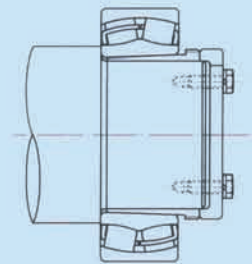
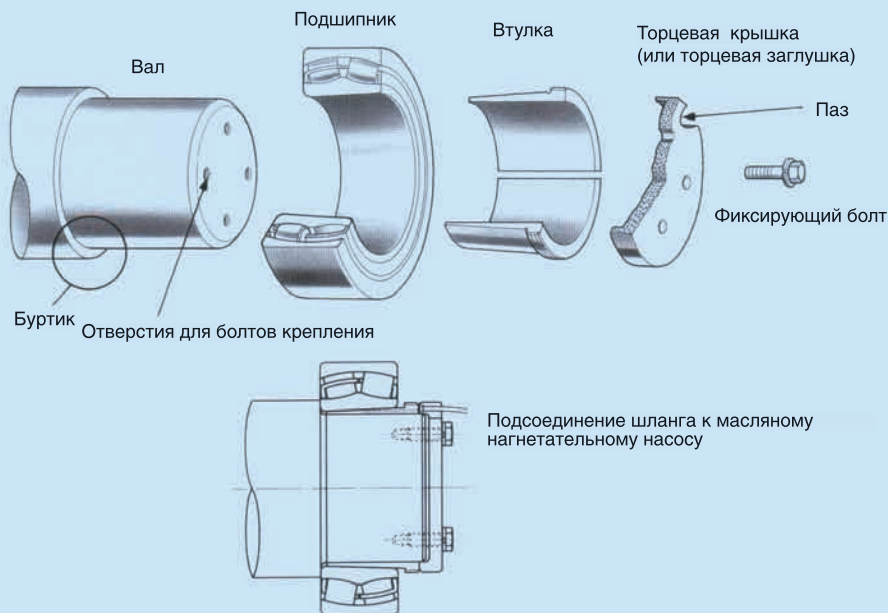

Рис. 6.19 Вид в собранном состоянии
Рис. 6.20 Способ ввода масла под давлением
3) Способ ввода масла под давлением (рис. 6.19 и рис. 6.20)